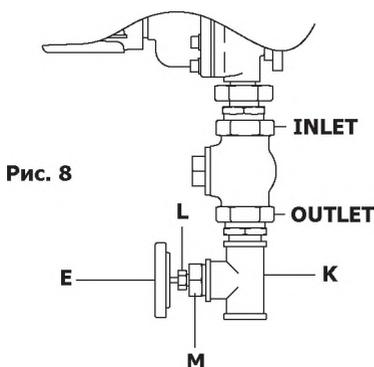

Рис. 8
Порт 'INLET' предохранительного устройства TCO1 должен присоединяться к выходу смесительного клапана, а порт 'OUTLET' с тройником (К), Рис. 8. (Данные маркировки портов нанесены на шестигранных окончаниях TCO1.) При неправильной установке TCO1 работать не будет.
Для установки термометра (Е), (Рис. 8), вверните переходник (М) в тройник (К); вставьте термометр (Е) в гильзу (L) и зафиксируйте его винтом. Вкрутите гильзу (L) в переходник (М). Шланг должен быть подсоединение к другому концу тройника (К). Шланг может быть свернут в кольцо и повешен на раму (если она имеется). При использовании барабана для намотки шланга барабан должен быть соединен с тройником (К) шлангом длиной около 2 м, поставляемым с барабаном.